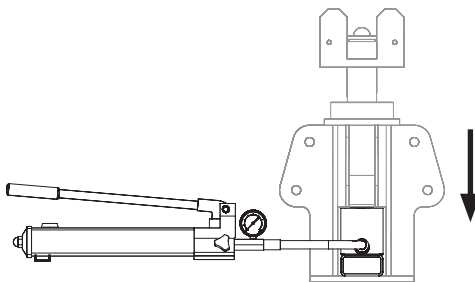

Fig. B1.14
5. Abbassare la pressione dal cilindro idraulico (8). (Fig. B1.14)
7. Rimuovere il tubo dell'albero di testa ATS (3).
8. Regolare l'altezza per tutti i 4 alberi di testa (1).